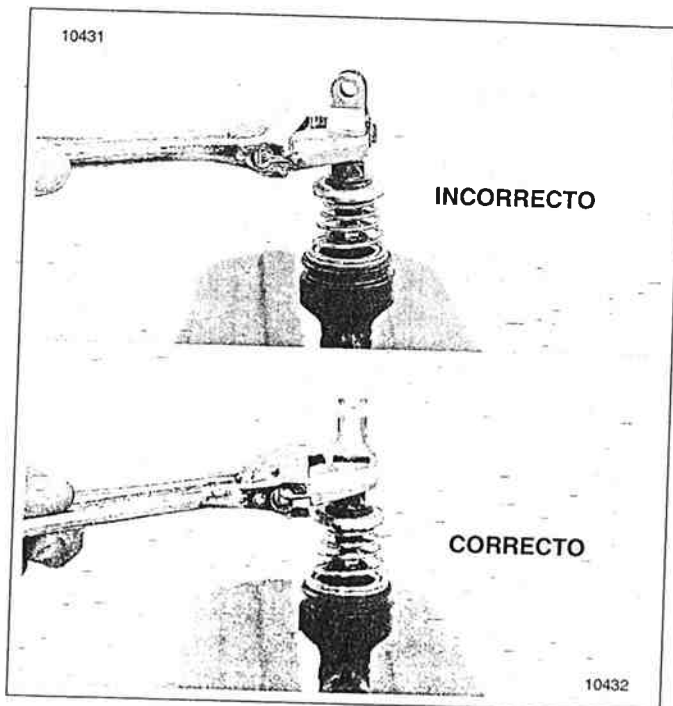

Figura 2-85. Apretado del yugo
Vea la Figura 2-85. Sostenga el yugo de los bordes con una llave ajustable. No sostenga el yugo de los planos o puede deformarse y dañarse.
3. Vea la Figura 2-85. Sostenga el yugo con una llave ajustable. Usando una llave española, desenrosque la tuerca de reborde. Quite el yugo.
14. Vea la Figura 2-85. Sosteniendo el yugo con una llave ajustable, gire la tuerca de reborde hacia atrás contra el yugo. Apriete a 14,7-19,6 N·m (130-173 lb-pulg.).